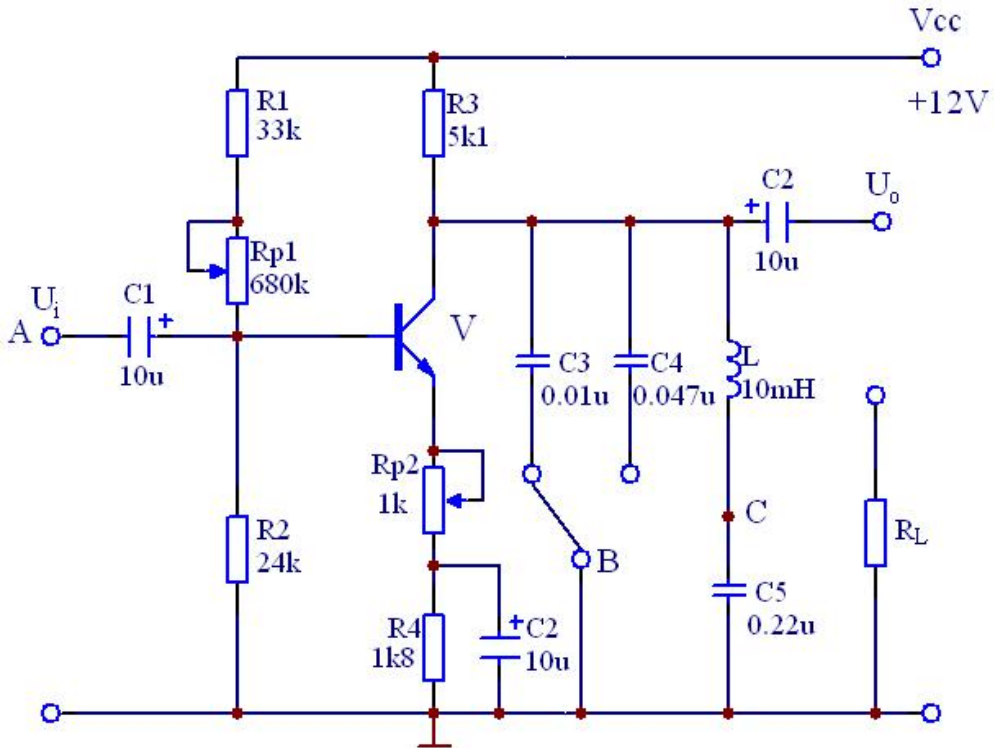

图 17 LC 三点式振荡电路
1. LC 电路三点式振荡电路振荡条件及频率计算方法，计算图 17 所示电路中当电容  $C$  分别为  $0.047\ \mu$  和  $0.01\ \mu$  时的振荡频率。
- (1) 按图 17 接线, B 点先连接  $C_3$ , 即选择谐振电容  $C=0.01\ \mu$ 。
- (2) 调整  $R_{P2}=0$ , 再调  $R_{P1}$  使晶体管 V 的集电极电压  $U_C$  为 6V。
- (3) 用信号源输出  $f\approx 16\text{kHz}$ , 幅值 50mV 的正弦波接入  $U_i$ , 用示波器监视  $U_o$  输出波形, 调  $R_{P2}$  使失真最小输出幅度最大, 测量此时幅度, 计算  $A_u$ 。
- (4) 微调信号源频率 (幅度不变) 使  $U_o$  输出最大, 并记录此时的谐振频率  $f_0$  及输出信号幅值。
- (5) 改变信号源频率, 使  $f$  分别为  $(f_0-2)$ ,  $(f_0-1)$ ,  $(f_0-0.5)$ ,  $(f_0+0.5)$ ,  $(f_0+1)$ ,  $(f_0+2)$ , (单位: kHz), 分别测出相对应频率的输出幅度。
- (6) 将 B 点改为连接  $C_4$ , 即谐振电容  $C=0.047\ \mu$ , 用信号源输出  $f\approx 8\text{kHz}$ , 重复上述实验步骤 (3) (4) (5)。